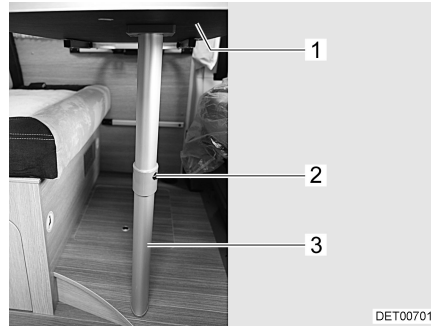

Fig. 27 Sommier de lit
- Soulever légèrement le plateau de table (Fig. 27,1) à l'avant.
- Appuyer sur le bouton de déverrouillage (Fig. 27,2) et rabattre la partie inférieure du pied de table à joint (Fig. 27,3) de 90°.